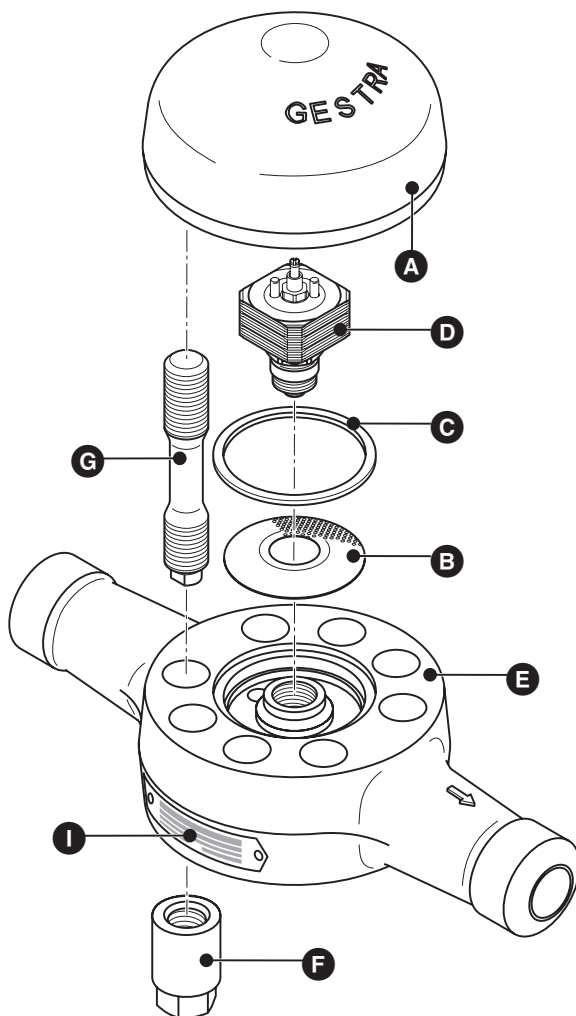
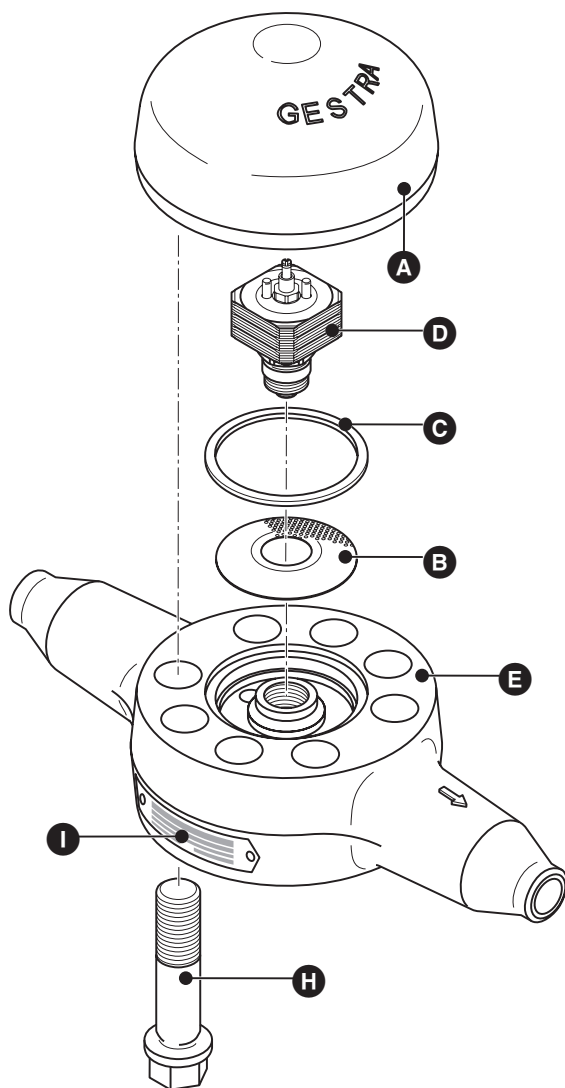

Fig. 2
Fig. 3
1. Demontera locket **A** från huset **E**. **Fig. 2, fig. 3**